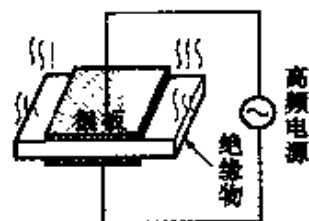

图2 介质加热
① 电弧加热 若气体绝缘物质在电的作用下被损坏,一放电就把一部分电能变换为热能或光能。利用这时产生的非常高温就是电弧加热。
② 感应加热 由于电磁感应的作用使电流(此时电流的方向呈漩涡状,故称为涡流)流过金属等,由此产生焦耳热就称为感应加热。本节开头的题图所画的感应加热就是把金属放入耐火容器中,使其熔化的装置。
③ 介质加热 这就是用微波炉进行烹调时的加热方法,如图2所示,用电极夹住绝缘物体,若施加高频电流(交流频率很高的意思),就从内部发热。这是由于其中的分子产生振动,这种加热的方法称为介质加热。